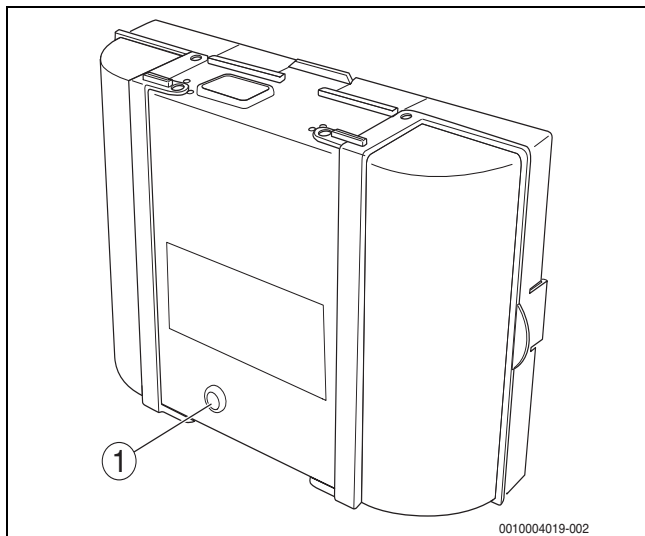

Bild 92 Störungen am Feuerungsautomaten zurücksetzen
- ▶ Taste „Entstören“ am Feuerungsautomaten drücken (→ Bild 92).